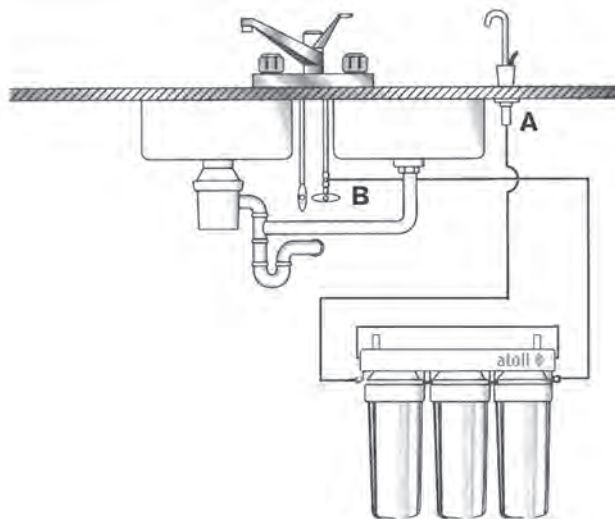

Рис. 1. Схема подключения фильтра
2.5. Подсоедините трубку от порта IN фильтра к шаровому крану подачи воды (рис. 1).